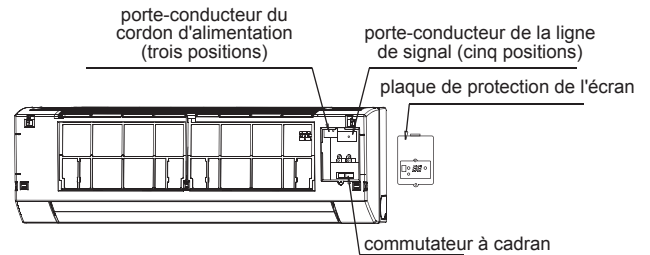

Fig.7-2
- 2 Connectez séparément le cordon d'alimentation et la ligne de signal et ajustez le commutateur à cadran. (Voir Fig. 7-2)